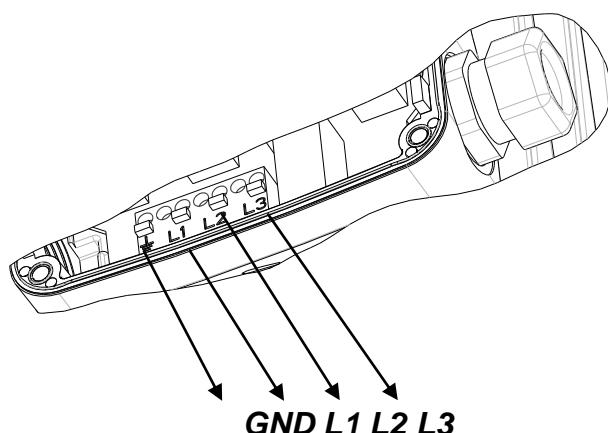

рис. 3
- насос устанавливается напрямую в трубопровод таким образом, чтобы ось насоса 1-1 была горизонтальной (рис. 3);
Электрическое соединение насосов необходимо выполнить по соединительной схеме (рис. 3), которая отображена на нижней стороне крышки мотора. Перед этим необходимо отвинтить верхнюю крышку (рис.1 - ПОЗ. 2)